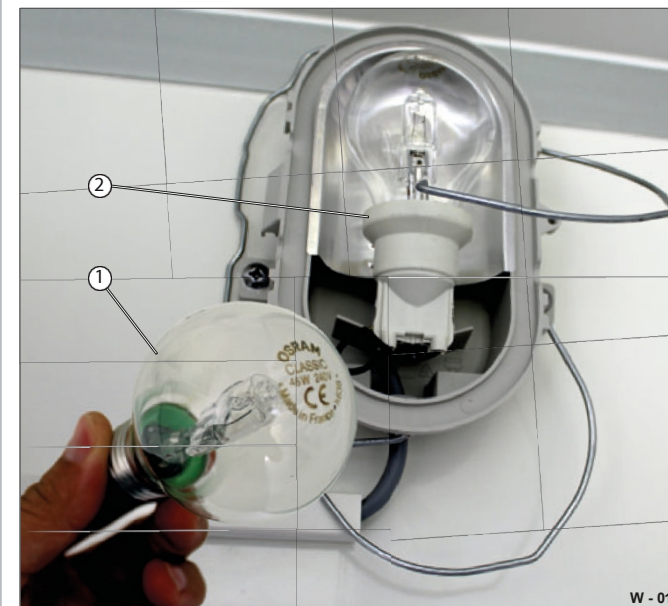

Fig. 17 Udskiftning af pære
- Skru forsigtigt en defekt pære ud (Fig. 17/1).
- Skru en ny pære af samme type/watt helt ind i fatningen (Fig. 17/2).